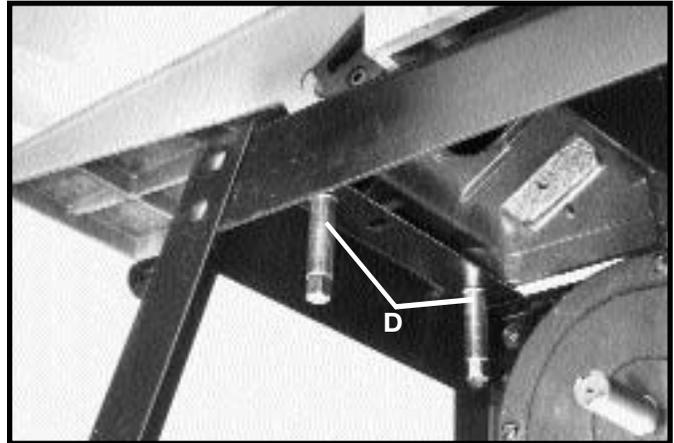
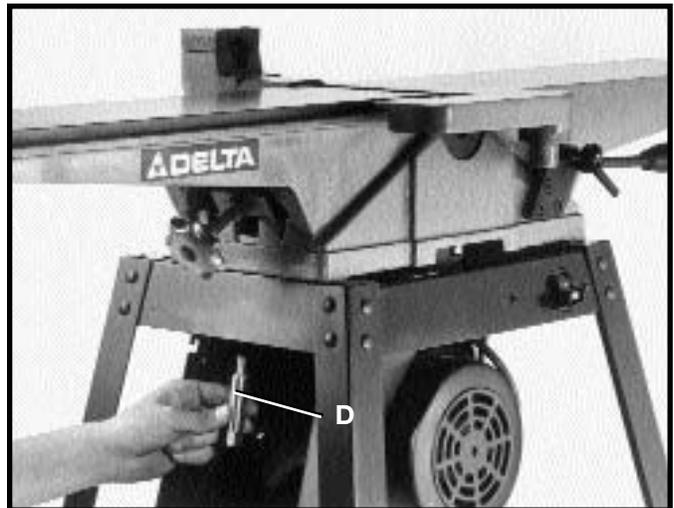

Fig. 10
Fig. 11
3. Utilizando la llave suministrada, afiance la machimbradora a la parte superior del estante haciendo uso de las tres arandelas de cierre y los gorriones especiales. Dos de los gorriones especiales aparecen en (D) Fig. 10 para el extremo de entrada de la máquina, y se ilustra un gorrón especial en (D) Fig. 11 para el extremo de salida de la máquina.